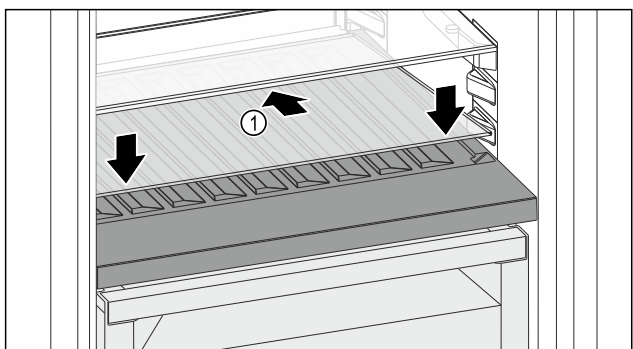

Fig. 182
- Indsæt glaspladen Fig. 182 (1) skråt nedad og bagtil.
- Sænk glaspladen Fig. 182 (1) foran.